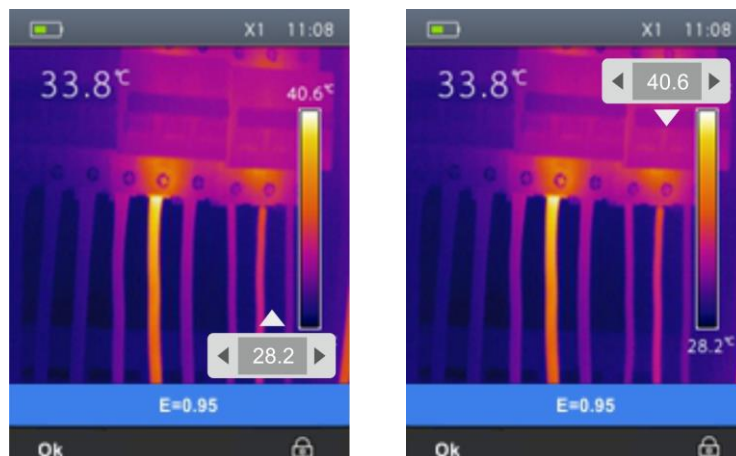

Fig. 28 : Configuration du mode de réglage température de l'image
2. Appuyer sur la touche et la garder enfoncée pendant 2 secondes. La page-écran ci-dessous (voir Fig. 28 – partie gauche) est affichée
3. Appuyer sur la touche  pour passer au niveau supérieur de la palette de couleurs (voir Fig. 28 – Partie droite)